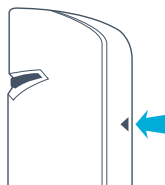

FIGURA 4.
4.1 Prima di installare il rivelatore, è necessario registrarlo nel sistema di sicurezza AJAX. Per registrare il rivelatore, è necessario commutare il ricevitore del sistema sicurezza AJAX sulla modalità «Aggiungi periferica» (il manuale del ricevitore spiega come farlo) e mettere l'interruttore «2» [Figura 4] del rivelatore su «ON». Il LED del rivelatore deve lampeggiare al momento della commutazione. La richiesta di registrazione viene trasmessa solo al momento in cui il rivelatore viene acceso. Nel caso in cui la registrazione non fosse avvenuta, spegnere il rivelatore, attendere 5 secondi e mettere l'interruttore «2» [Figura 4] del rivelatore su «ON». Se il LED del rivelatore lampeggia costantemente (ogni secondo durante un minuto), significa che il rivelatore non è stato registrato. Il LED lampeggia nello stesso modo quando il rivelatore viene eliminato dall'elenco. Il rivelatore non registrato lampeggia anche per 3 secondi durante ogni attivazione.